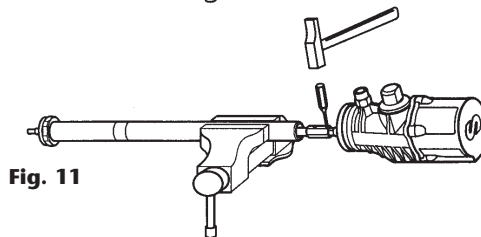

Fig. 11
5. Sortir la goupille (25) située au niveau de la partie supérieure de l'écrou prolongateur (voir fig. 11) et séparer le corps du tube d'aspiration.